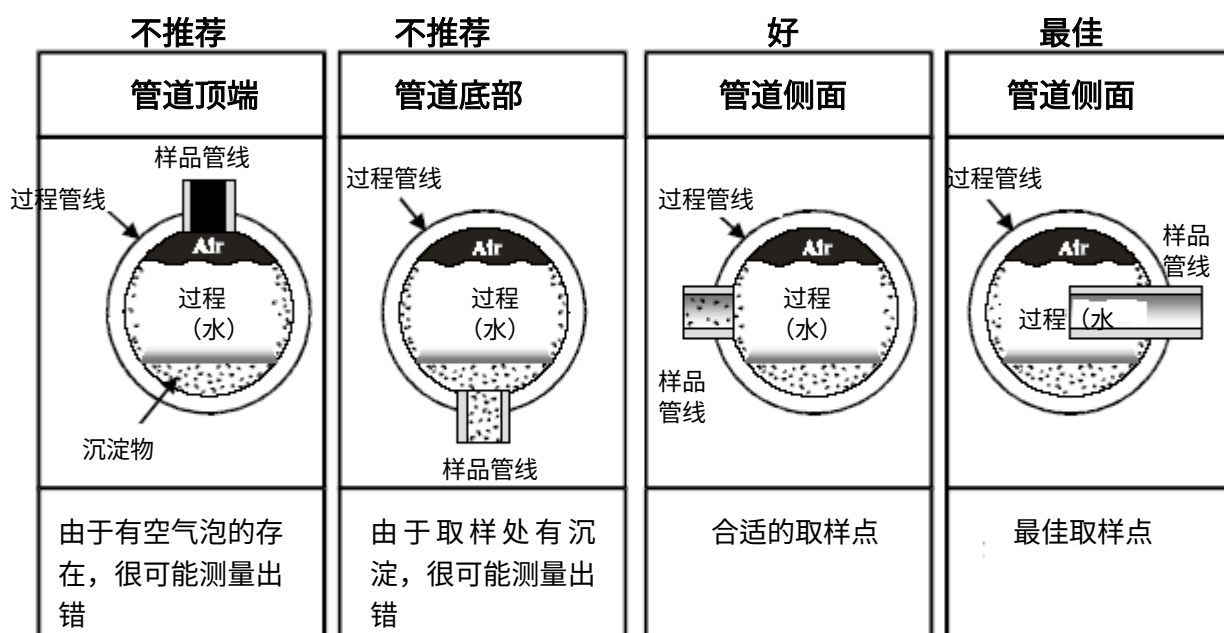

图 2-2 系统管道连接中取样点的选择
**注意：**当选择取样点进行管道连接时请避免选取管顶或管底作为取样点。图 2-2 所示为最佳取样点（从管侧取样，并将取样管插入到管道中部）。